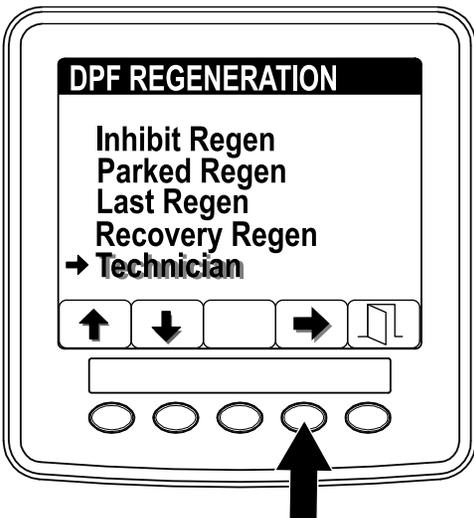

Figure 36
- Ouvrez le menu DPF Regeneration, appuyez sur le bouton 1 ou 2 et naviguez jusqu'à l'option TECHNICIAN (technicien) (Figure 36).
- Appuyez sur le bouton 4 pour sélectionner l'option Technician (Figure 36).